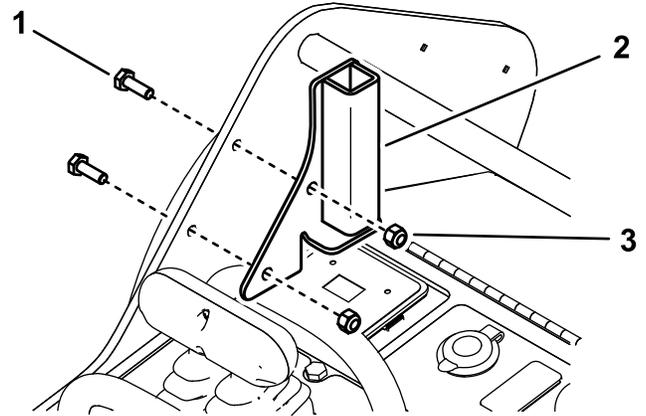

図 7
3. 左フレームに、左シールドブラケットを取り付けるボルト $\frac{1}{4} \times \frac{3}{4}$ " 2 本とロックナット $\frac{1}{4}$ " 2 個を使用して図 7 のように取り付ける。
4. 右フレームに、右シールドブラケットを取り付けるボルト $\frac{1}{4} \times \frac{3}{4}$ " 2 本とロックナット $\frac{1}{4}$ " 2 個を使用して図 7 のように取り付ける。